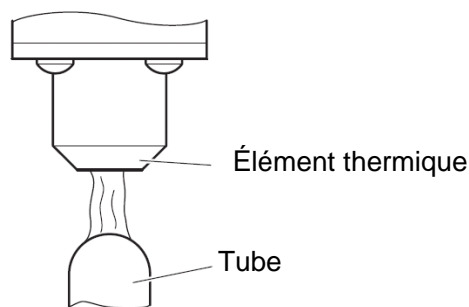

Figure 2. Soudage incorrect
(1) L'entrée du tube fondu est collée au chauffage et le tube est soulevé lorsque la poignée est relevée (voir figure 2).